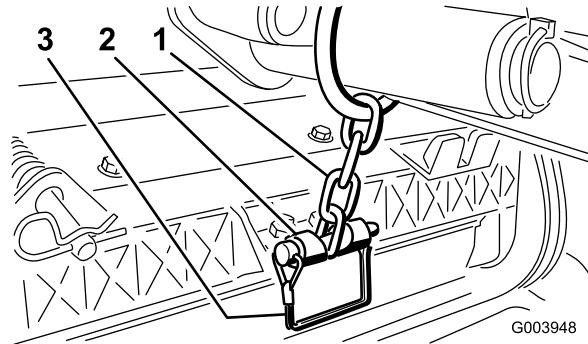

Figura 19
13. Fissate la catena del braccio di sollevamento alla staffa della catena, usando il perno di ritenuta (Figura 19). Utilizzate il numero di maglie della catena riportato nel *Manuale dell'operatore* degli elementi di taglio.